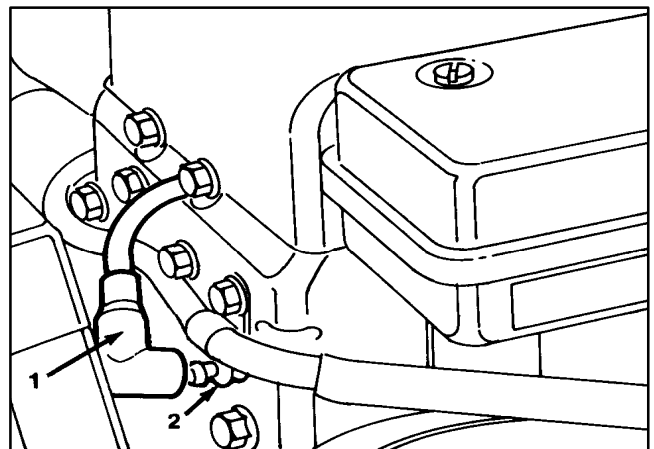

Abbildung 10
Um ein ungewolltes Anlassen des Motors bei Wartungen zu vermeiden, den Motor abstellen, den Zündschlüssel abziehen und den Zündkerzenstecker von der Zündkerze abziehen (Abb. 10). Sicherstellen, daß der Draht nicht versehentlich die Zündkerze berührt.
1. Den Zündkerzenstecker abziehen (Abb. 10).